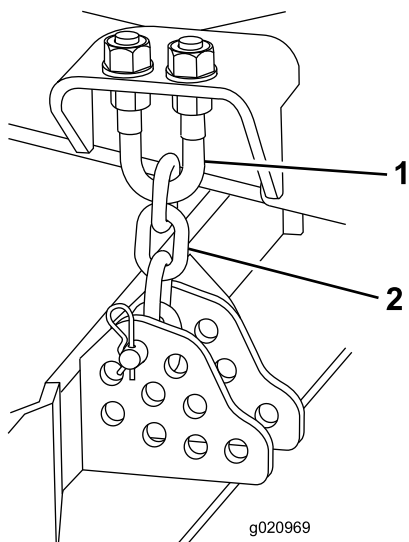

Figura 121
4. Togliete la coppiglia e il perno con testa che fissano le catene dell'altezza di taglio sul retro dell'apparato di taglio (Figura 121).